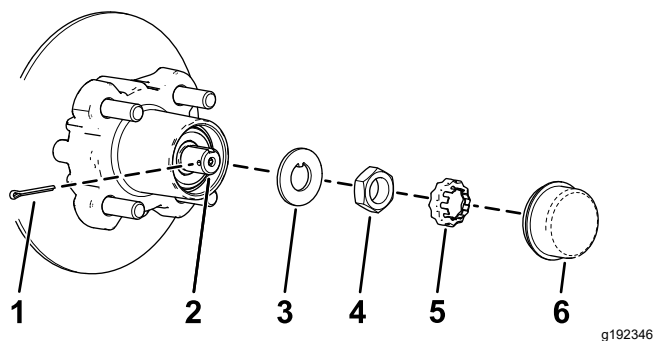

Figura 33
4. Rimuovete il coperchietto antipolvere dal mozzo (Figura 33).
5. Rimuovete la coppiglia e il fermadado dal mandrino e dal relativo dado (Figura 33).
6. Rimuovete il dado del mandrino dal mandrino e separate il gruppo mozzo e rotore dal mandrino (Figura 33 e Figura 34).